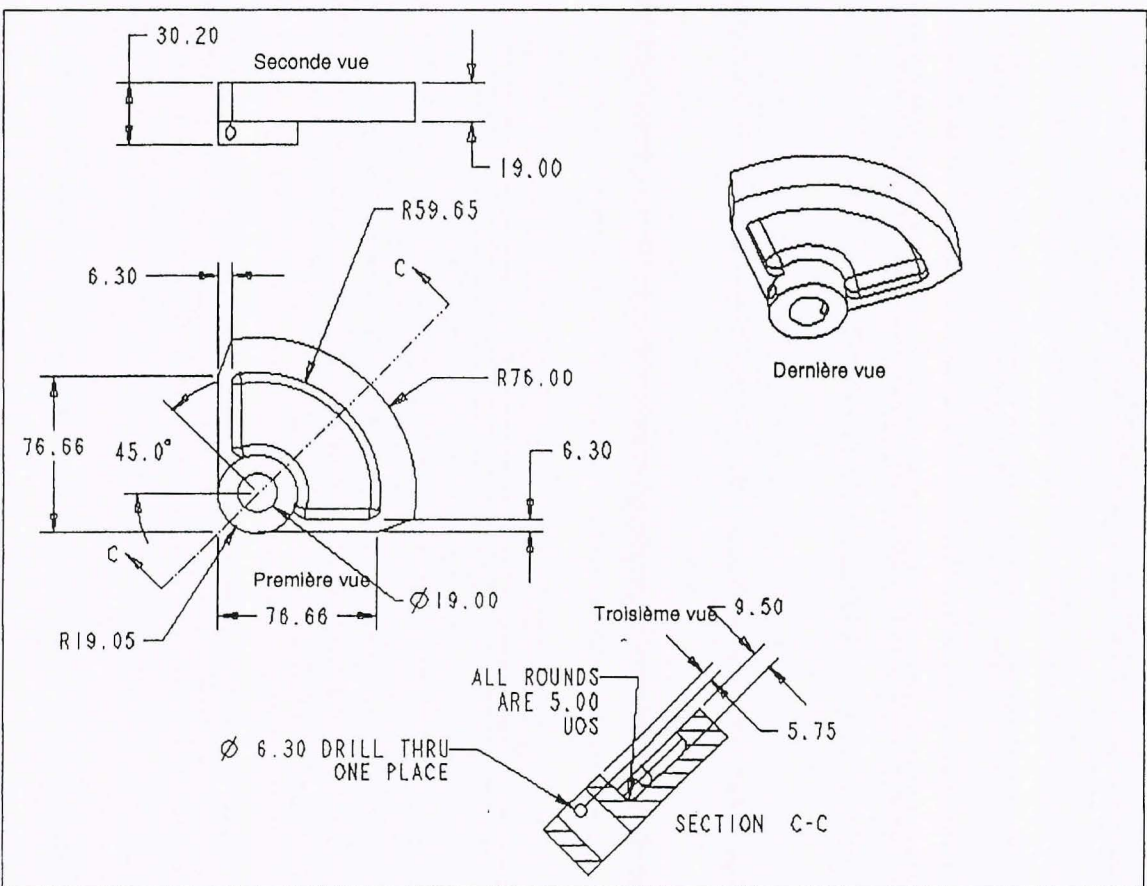

Figure 17-5
Dans cette section, vous créerez un dessin d'une pièce solide. Appliquez les techniques présentées par cette leçon pour créer un dessin de la pièce **ENGRENAGE** du répertoire **BASIC_17**, comme indiqué à la Figure 17-5. Expérimentez avec les menus **VUES (VIEWS)** et **DETAIL (DETAIL)** pour vous familiariser avec leurs fonctionnalités.
Tâche 3 : Les vues générales doivent être orientées explicitement à leur placement. Placez la vue dans l'orientation indiquée à la Figure 17-5 («Première vue»).
Tâche 4 : Ajoutez la seconde vue indiquée à la Figure 17-5 comme vue de projection. Les vues de projections sont orientées automatiquement.
Tâche 5 : Ajoutez la vue auxiliaire, libellée «Troisième vue» dans la Figure 17-5. Comme les vues de projection, les vues auxiliaires ne doivent pas être orientées. Cette vue sera traversée par une coupe.
2. A la demande d'une vue pour afficher les flèches de découpe, choisissez la première vue créée (Figure 17-5).
3. Utilisez les options du menu **ORIENTATION** pour orienter la vue de la même façon qu'indiqué à la Figure 17-5.